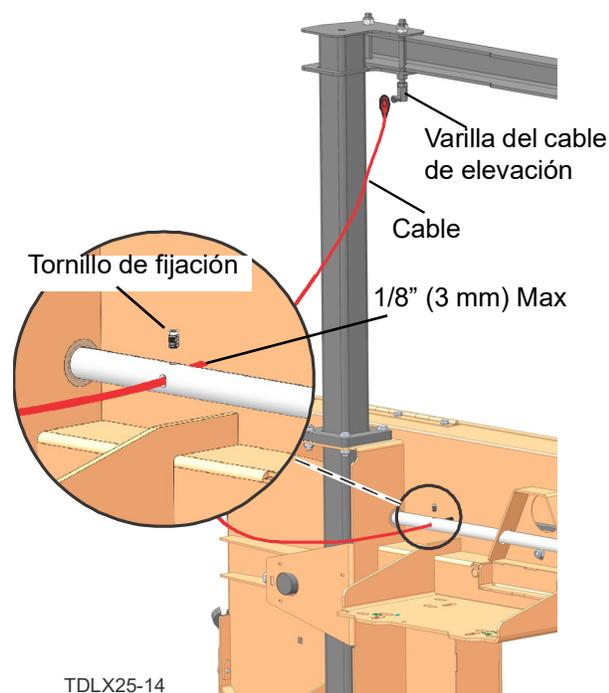

FIG. 3-30
2. Ensamble los cables de elevación y los soportes colgantes incluidos en el juego de adiamientos a través de la parte cruzada del mástil vertical. (Vea FIG. 3-30)
3. Saque el tornillo de fijación del eje de la manivela con la llave hexagonal de 3 mm y pase el cable de elevación por el orificio existente en el eje de la manivela. (Vea FIG. 3-30)